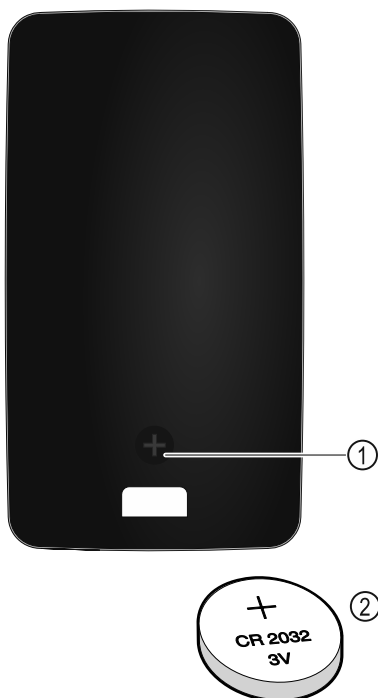

Fig. 220
Il telecomando è alimentato da una batteria CR 2032 da 3V Fig. 220 (2), disponibile presso i rivenditori specializzati.
- ▶ Svitare la vite Fig. 220 (1) sul retro del telecomando.